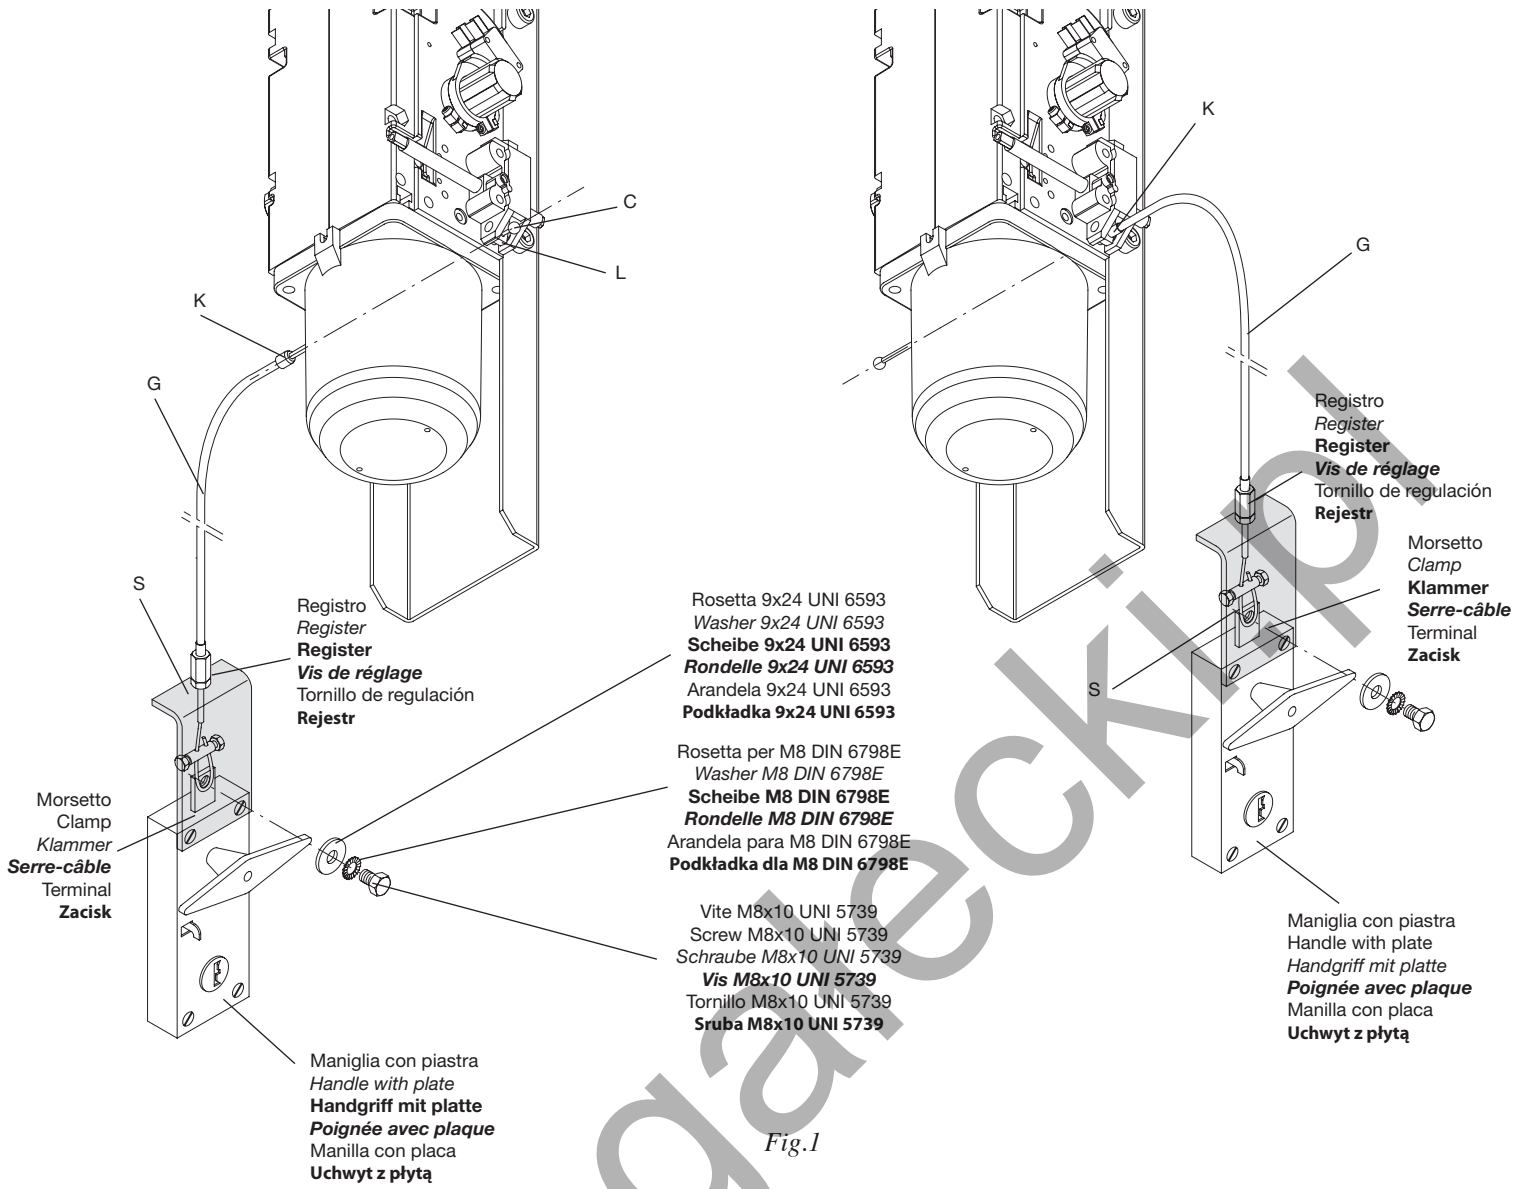
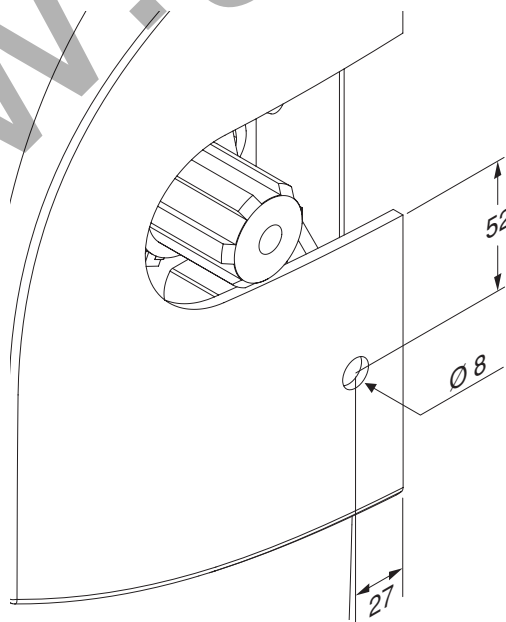

Fig.1
Fig.2
Nota: Lo sblocco a filo può essere installato con la guaina a sinistra o a destra dell'attuatore, a seconda della posizione della maniglia di apertura della porta. In fig.1 sono illustrate entrambe le installazioni. E' necessario praticare un piccolo foro per il passaggio della guaina, le quote di foratura, valide per entrambi i lati del carter sono indicate in fig.2.
- Fissare il cavo di acciaio C nella maniglia con il morsetto come indicato in fig. 1.
Note: The wire release may be installed with the sheath on the left or the right of the actuator, depending on the position of the handle for opening the door. Fig. 1 shows both installations.
It is necessary to make a small hole for the sheath to pass through; the drilling measurements, valid for both sides of the casing, are indicated in fig.2.
- Fix the steel cable C in the handle with the terminal as indicated in fig. 1.
Hinweis: Die Kabel-Entriegelung kann mit Hülle links oder rechts vom Trieb installiert werden, je nach Position des Torgriffs. In der Abb.1 sind beide Installationsmöglichkeiten aufgezeigt.
Dazu muss ein kleines Bohrloch für den Durchgang der Hülle ausgeführt werden. Die Bohrquoten, die für beide Seiten des Gehäuses gelten, sind in der Abb.2 angegeben.
- Das Stahlkabel C mit der Klemme am Griff befestigen, wie in der Abb. 1 gezeigt.
Note: le déblocage par câble peut être installé avec la gaine à gauche ou à droite de l'opérateur, suivant la position de la poignée d'ouverture de la porte. La fig.1 illustre les deux types d'installations.
Il faut faire un petit trou pour le passage de la gaine, les positions du perçage, valables pour les deux côtés du carter sont indiqués dans la fig.2.
- Fixer le câble en acier C dans la poignée avec le serre-câble comme l'indique la fig. 1.
Nota: El desbloqueo con cable se puede instalar con la vaina a la izquierda o a la derecha del actuador, según la posición de la manilla de apertura de la puerta. En la fig.1 se ilustran las dos instalaciones. Es necesario realizar un pequeño orificio para pasar la vaina, las medidas del orificio, válidas para los dos lados del cárter, aparecen en la fig.2.
- Fijar el cable de acero C en la manilla con el borne como aparece en la fig. 1.
Uwaga: Mechanizm odblokowujący za pomocą przewodu drutowego może być instalowany z osłoną umieszczoną po lewej lub po prawej stronie układu wykonawczego, w zależności od pozycji klamki otwierającej bramę. Na rys.1 pokazane są obydwa sposoby instalowania.
Niezbędne jest wykonanie małego otworu do przeciągnięcia osłony. Wysokości otworu, pasujące do obydwu stron kartera, podane są na rys.2.
- Przymocować przewód metalowy C do klamki pokrętej za pomocą zacisku jak wskazuje rys. 1.